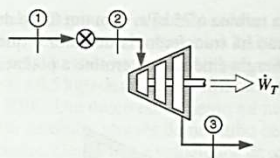

FIGURA P6.23
6.23 Uma pequena turbina, mostrada na Fig. P6.23, é operada com carga parcial pelo estrangulamento, para 1,1 MPa, de 0,25 kg/s de vapor disponível a 1,4 MPa e 250°C, antes de sua entrada na turbina, e a descarga é a 10 kPa. Se a turbina produz 110 kW, determine a temperatura de descarga (e o título, se saturado).